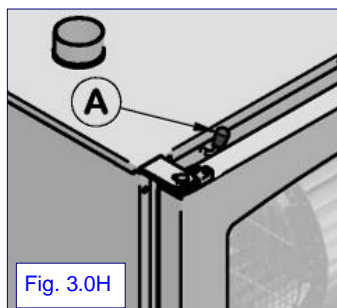

Fig. 3.0H
**3.0H Valvola sfiato camera:** ha la funzione di regolare l'umidità all'interno della camera di cottura e viene attivata manualmente tramite il pomello (A), situato sopra la porta. (Fig. 3.0H).